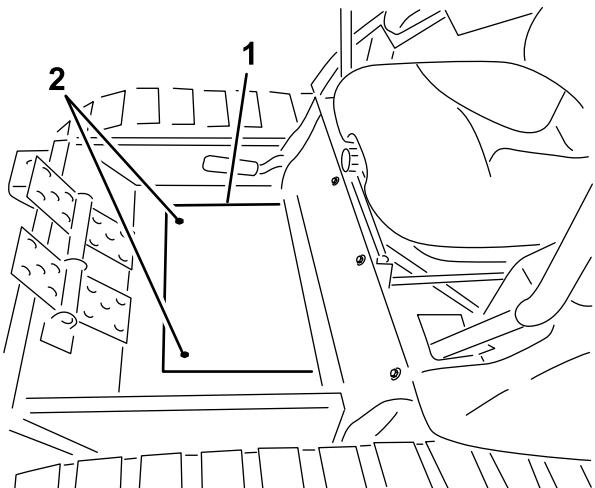

Bild 58
4. Bringen Sie die Abdeckung der Bodenplatte an (Bild 58).